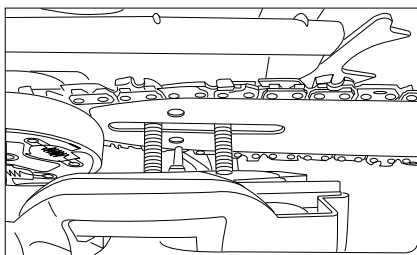

Fig. 9
9. Réinstallez le couvercle de protection avec la protection du frein de chaîne de sorte que les boulons soient insérés dans leurs trous et que la goupille de réglage de la tension de la chaîne se trouve dans le trou inférieur du guide-chaîne (fig. 9).